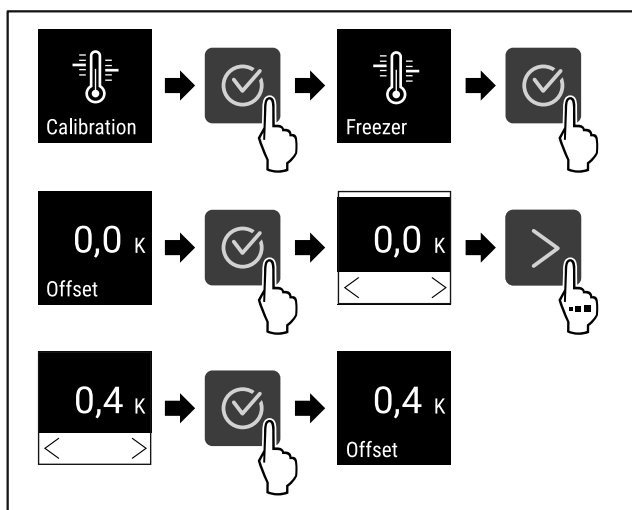

Fig. 95
- ▶ Obavite korake postupka (pogledajte Fig. 95) .